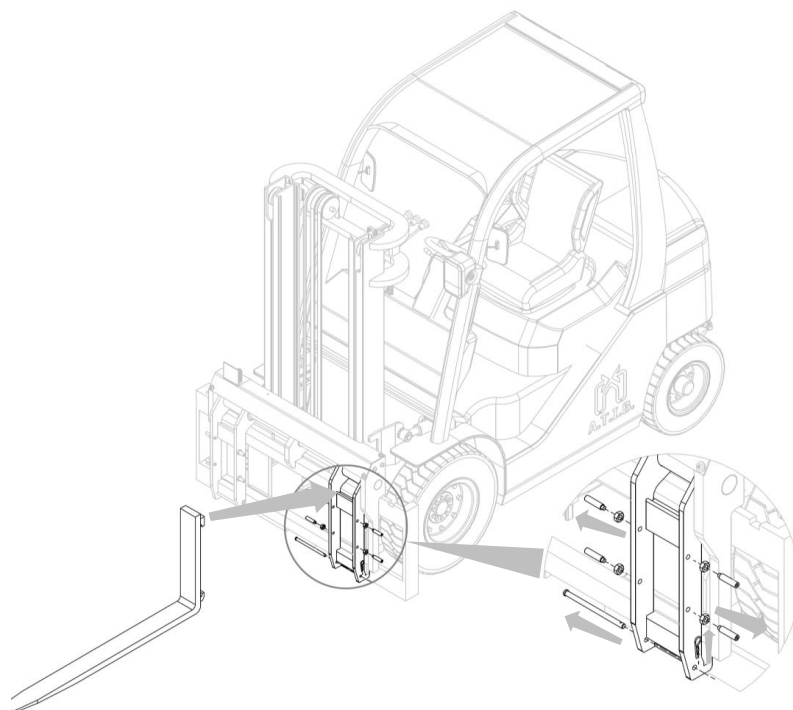

Figura 10
1. Aplicar las horquillas después de haber desatornillado los topes de la horquilla de los soportes y quitado los pasadores inferiores, (mira Punto) para fijar las horquillas (mira Figura 10).